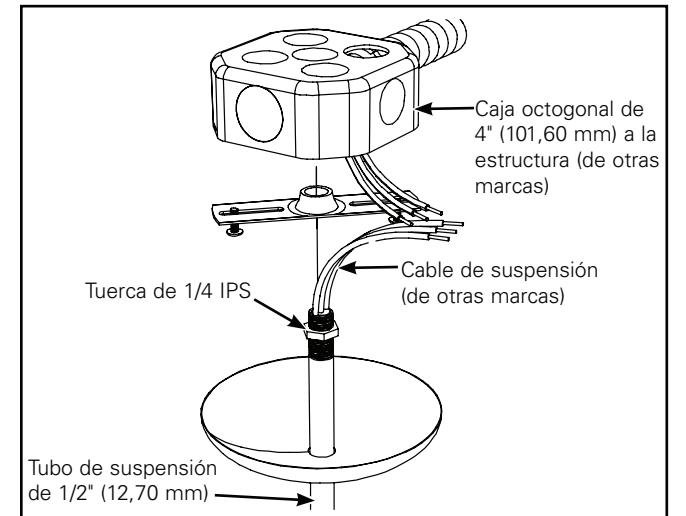

Figura 1. Alimentación
- Sujete el tubo de suspensión a la barra cruzada usando la tuerca de sujeción de 1/4" IPS. (Figura 1.)